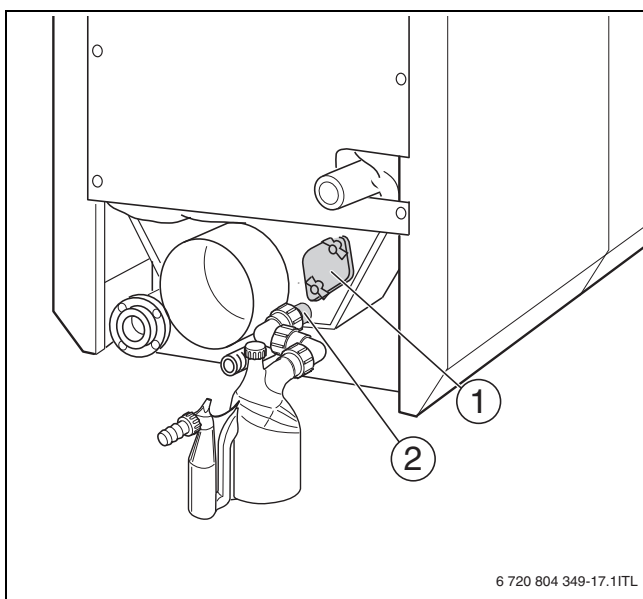

Рис. 47 Крышка люка для чистки на коллекторе дымовых газов
- ▶ При чистке не следует закрывать заглушкой конденсатоотвод (→ рис. 47, стр. 41).